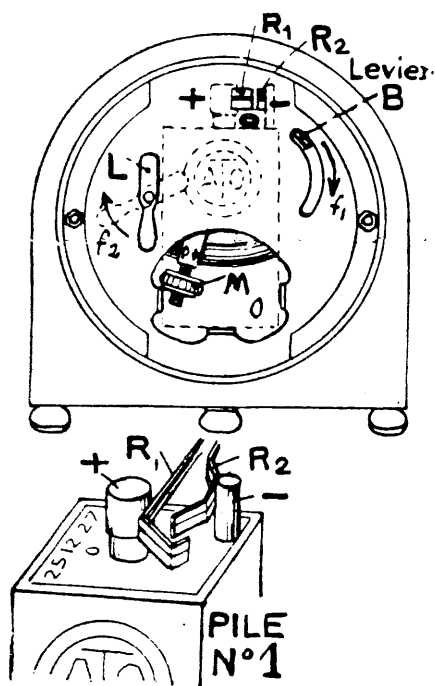

Fig. 1
Lunette ouvrante fig. 1
**Pile N° 1.** — (85 mm  $\times$  50 mm  $\times$  35 mm) avec deux bornes, suivant fig. 1 ci-dessus, pour pendules à cadran rond de 120 mm, cartels à petit balancier et pendules à grand cadran de forme.